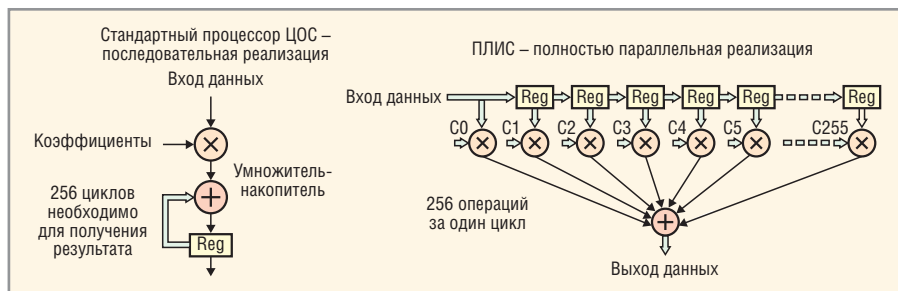

Рис. 1. Параллельная и последовательная реализации
- 1) конфигурируемая матрица ПЛИС позволяет создавать параллельные устройства (см. рис. 1);